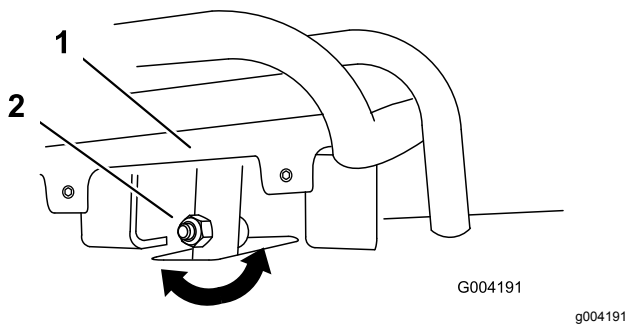
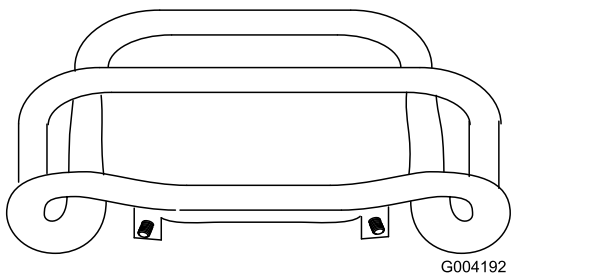

Figura 55
Figura 56
4. Se a parte da frente do controlo não ficar alinhada com a barra de referência, desaperte a porca e o parafuso na haste do controlo de tração (Figura 55).
5. Ajuste o controlo de tração de modo a que fique alinhado com a barra de referência quando é puxado a direito para trás (Figura 55 e Figura 56).
- Desaperte a porca flangeada e o parafuso na haste do controlo de tração (Figura 55).
- Ajuste o controlo de tração de modo a que fique alinhado com a barra de referência quando é puxado a direito para trás (Figura 55 e Figura 56).